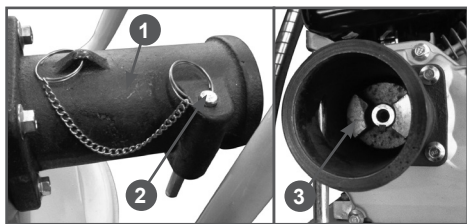
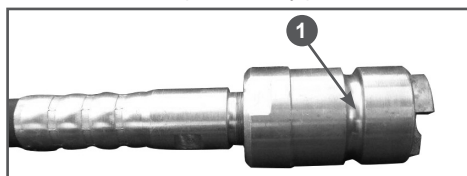

Рис. 7 Соединительная муфта вибратора
Рис. 8 Переходник гибкого вала
1. Извлеките стопорный палец 2 из корпуса муфты 1 (Рис. 7).
2. Вставьте внутрь соединительной муфты переходник гибкого вала (Рис. 8) так, чтобы совместились пазы в соединительной муфте вибратора и соответствующие выступы в переходнике гибкого вала (Рис. 7).
3. Зафиксируйте переходник гибкого вала в соединительной муфте вибратора с помощью стопорного пальца 2 и выемки 1 (Рис. 8).